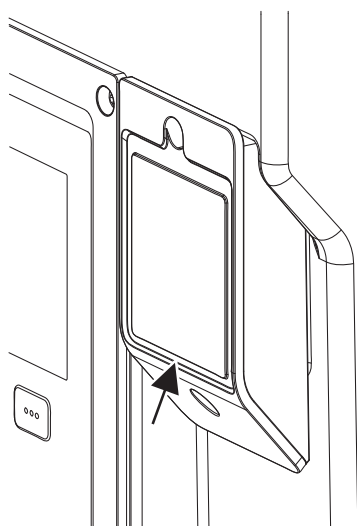

Fig. 28: Κάλυμμα για στοιχείο BT Wilo-Smart Connect
1. Ξεβιδώστε τη βίδα του καλύμματος στοιχείου Wilo-Smart Connect (Fig. 28) και ανοίξτε το κάλυμμα.
Λόγω του σχεδιασμού το στοιχείο BT Wilo-Smart Connect μπορεί να τοποθετηθεί μόνο σε μία ευθυγράμμιση. Δεν είναι δυνατή περαιτέρω στερέωση του ίδιου του στοιχείου. Το κάλυμμα στοιχείου Wilo-Smart Connect (Fig. 28) στο επάνω τμήμα της ηλεκτρονικής μονάδας κρατάει τη μονάδα σταθερή μέσα στη διεπαφή.